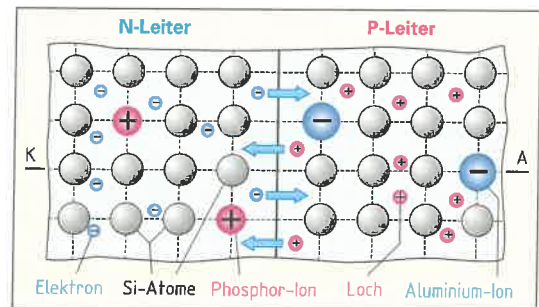

Bild 2: PN-Übergang
- Beim Zusammenfügen von P- und N-Leiter treten Ladungsträger aus der einen Halbleiterschicht in die andere Halbleiterschicht ein (Bild 2). Erklären Sie die Auswirkung beim Übertreten der Ladungsträger und das Entstehen der Sperrschicht.